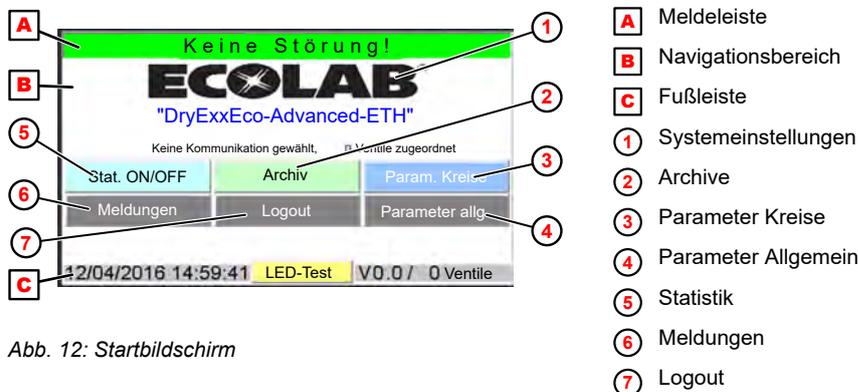

Abb. 12: Startbildschirm
- Schaltfläche  drücken, Der Bildschirm wechsel auf den Startbildschirm ( Abb. 12 ) zurück.